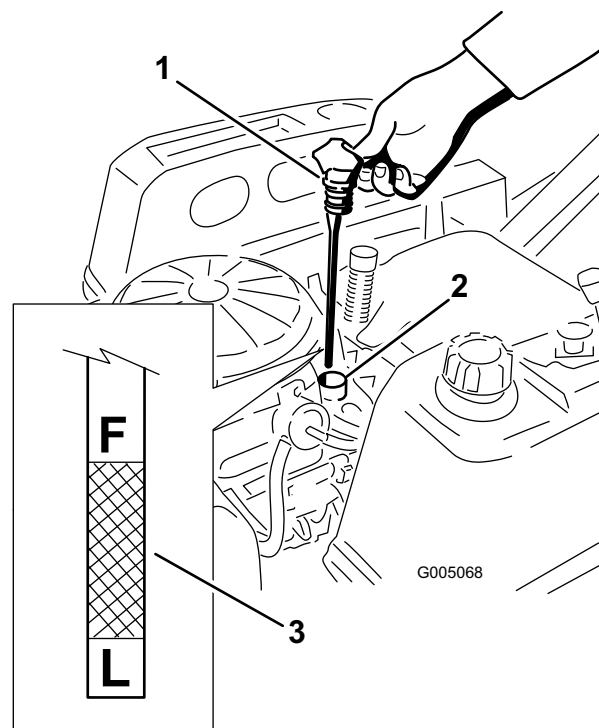

Figure 23
4. Sortez le bouchon de remplissage/jauge de niveau d'huile et l'essuyer sur un chiffon. Remettez la jauge en place en l'enfonçant au maximum (Figure 23).
5. Sortez de nouveau la jauge et vérifiez le niveau d'huile. (Figure 23).
6. Enlevez le bouchon de vidange d'huile (Figure 24). Enlevez le bouchon de remplissage/la jauge (Figure 23).
13. Versez avec précaution environ 80% de la quantité d'huile spécifiée dans le goulot de remplissage (Figure 23)
14. Remettez fermement en place le bouchon de remplissage/la jauge d'huile (Figure 23).
15. Vérifiez le niveau d'huile (Figure 23) (voir Contrôle du niveau d'huile).
17. Remettez fermement en place le bouchon de remplissage/la jauge d'huile (Figure 23).